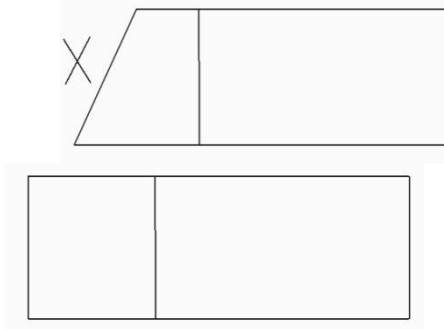

图 16
3. 如果贴纸前端切的有角度，标牌机将不能正确打印。请在打印前将贴纸前端切齐，如图 16 所示。